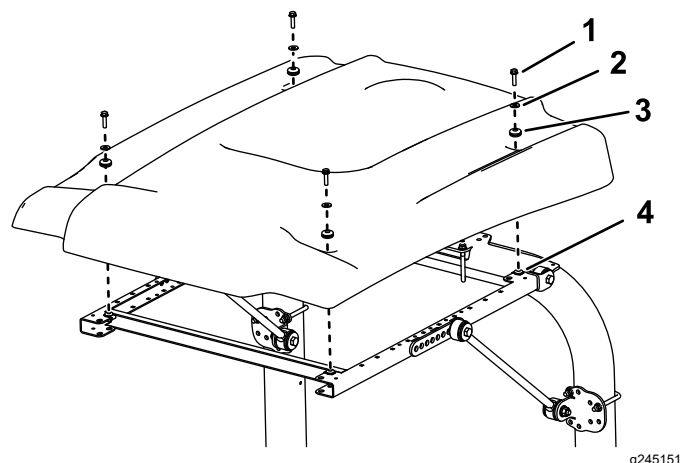

Figure 45
9. Lors de l'alignement des trous de fixation, positionnez le pare-soleil sur le cadre comme montré à la Figure 45.
10. Fixez légèrement chaque coin du pare-soleil au cadre avec un boulon à embase ($\frac{5}{16}$ " x $1\frac{1}{4}$ "), une petite rondelle et une bague (Figure 45).